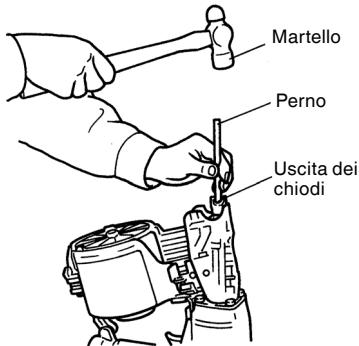

Fig. 18
- (1) Rimovete la bobina dal caricatore, aprite la guida chiodi, inserite un perno nel foro e battetelo con un martello. (Vedi Fig. 18)